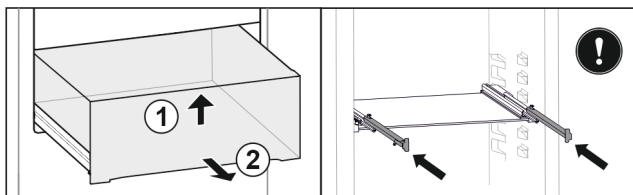

Fig. 82
- ▶ Nadzvedněte zásuvku vpředu. Fig. 82 (1)
- ▶ Vyjměte zásuvku dopředu. Fig. 82 (2)